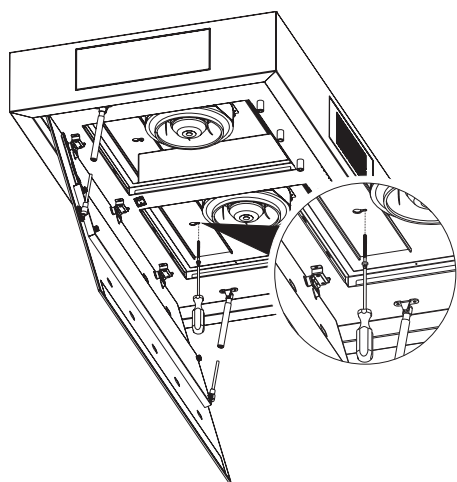

Abb. 9
4. ➤ Hängen Sie die Haube auf die Montagefläche. Befestigen Sie das Produkt an den Hängeschrauben, die Sie an die Decke befestigt haben und drehen Sie die Hängeschrauben fest (Abb. 9).